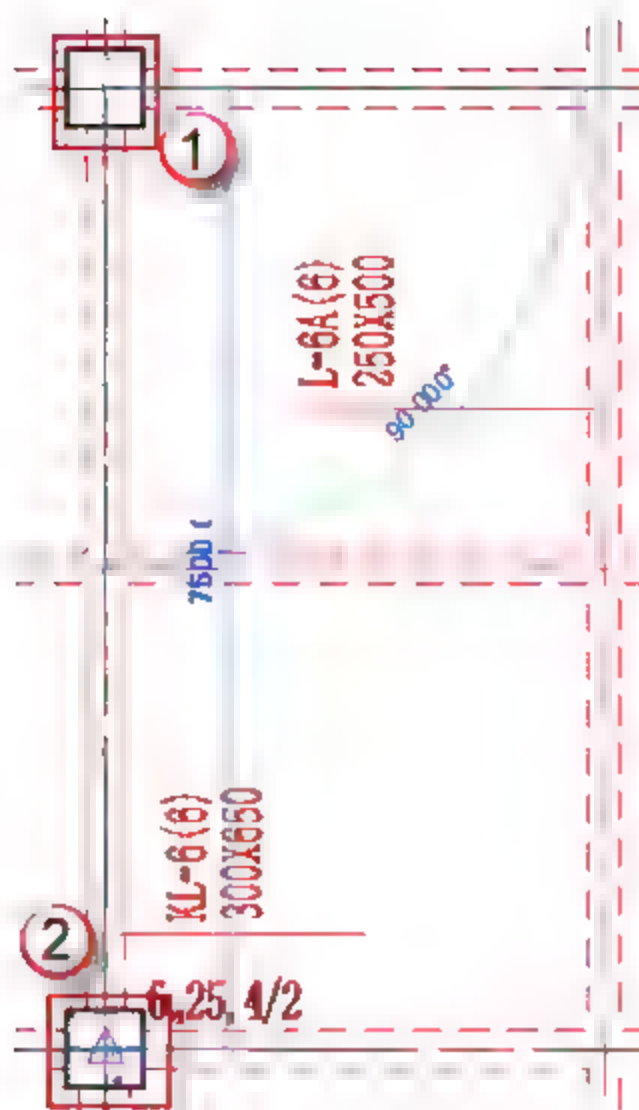

图 4.2.43 绘制 KL-6
(18) 绘制矩形框架梁 KL-6, 按快捷键 B+M, 放置平面为“标高 2”平面视图, 先单击起始柱的中心为起点, 后单击终止柱的中心为终点, 如图 4.2.43 所示。